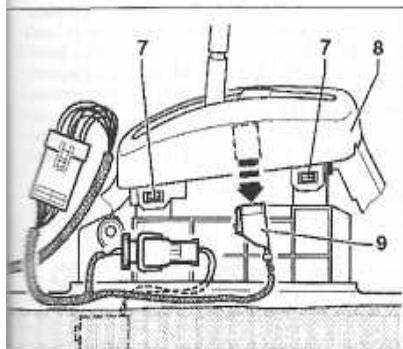

FIGURE 9-2
- Décrocher les clips (7) de chaque côté de la console du sélecteur de vitesses.
- Retirer le cache (8) par le haut.
- Débrancher le connecteur (9) (figure 9-2).